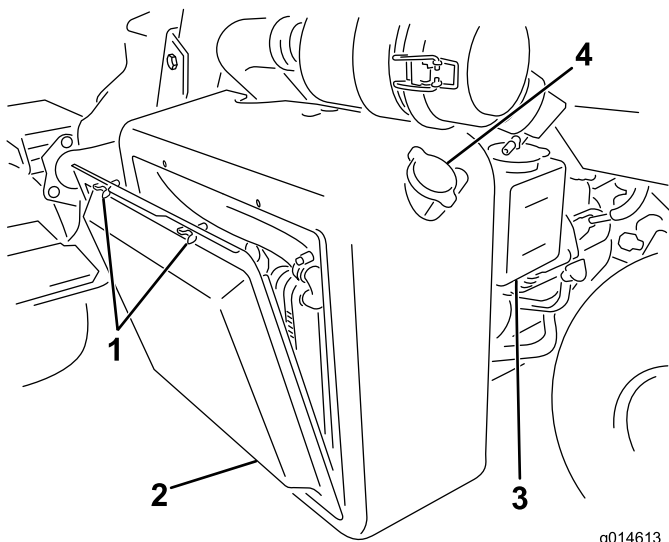
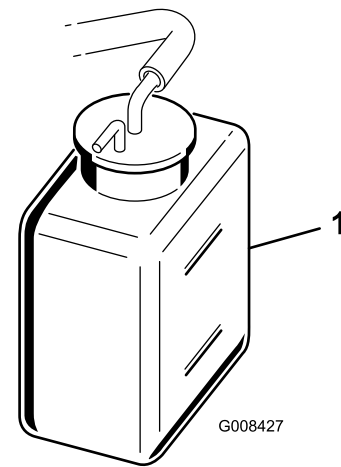

Figura 41
Figura 42
1. Retire o painel do radiador (Figura 41).
2. Verifique o nível do líquido de arrefecimento do motor (Figura 41 e Figura 42).